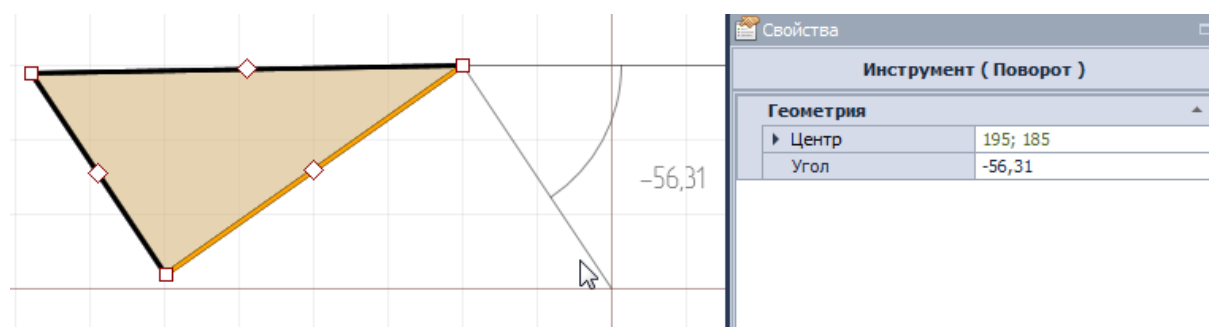

Рис. 438 Вращение фигуры
4. Переместите курсор. Система в динамическом режиме отобразит текущий угол поворота, см. Рис. 438.